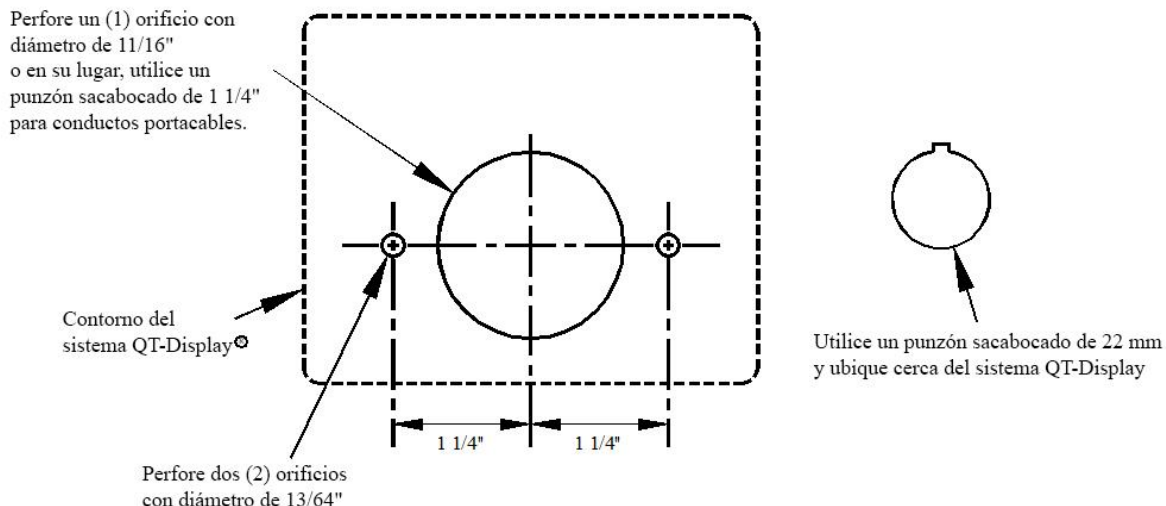

Ilustración 6.2-1
1. Busque un lugar apropiado en la puerta de la cabina y marque los tres (3) orificios siguiendo las medidas que se indican en la ilustración 6.2-1.
2. Perfore dos (2) orificios de 13/64" para instalación.